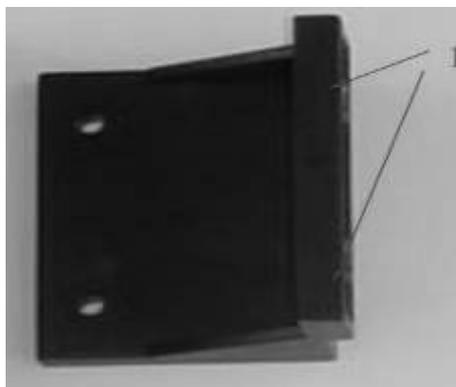

Figura 1
- 1) Prima di tutto fissate i due pezzi in plastica indicati nelle figure 1 e 2 tramite due bulloni a testa tonda e gambo quadrato da 30 mm e 2 pomelli zigrinati. Nella figura 1, il numero 1 indica i fori da utilizzare solamente nella fase finale. Questi due pezzi servono da morsa verticale per il pezzo da lavorare.